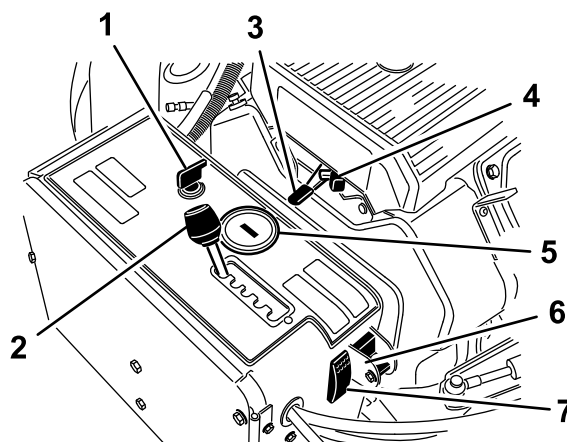

Рисунок 12
Используйте выключатель зажигания (Рисунок 12) для запуска и останова двигателя. Выключатель имеет 3 положения:
Передвиньте рычаг регулировки расстояния между зубьями аэратора (Рисунок 12) на требуемое расстояние или в положение «Т» для транспортировки.
Рычаг дроссельной заслонки (Рисунок 12) предназначен для управления частотой вращения двигателя. При передвигании рычага дроссельной заслонки вперед (положение БЫСТРО) частота вращения двигателя возрастает, при передвигании назад (положение МЕДЛЕННО) — уменьшается. Частота вращения вала аэратора синхронизирована с оборотами двигателя и скоростью движения машины.
- При выключении двигателя счетчик моточасов/тахометр (Рисунок 12) показывает количество часов работы двигателя.
Используйте воздушную заслонку при запуске холодного двигателя (Рисунок 12).
Поверните переключатель в нижнее положение для отключения функции TrueCore (Рисунок 12). Для доступа к переключателю выбора ручного режима следования профилю грунта отверните болт.
Переключатель сброса системы предназначен (Рисунок 12) для подъема вала аэратора в случае, если машина оказывается заблокированной (например, из-за выработки топлива).